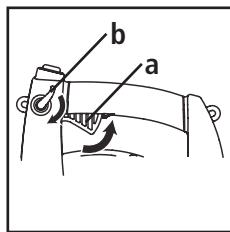

Fig. 18
- 7.** Aperte o gatilho (a) ou pressione o controle de velocidade variável (b) e deixe a equipamento aquecer por 30-60 segundos (Fig. 18).